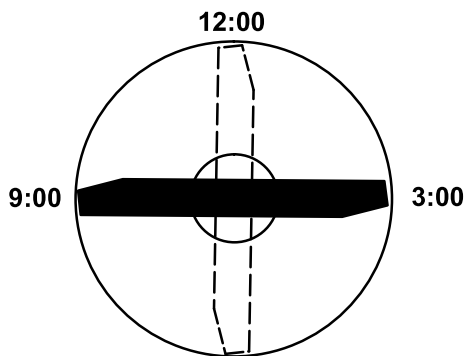

図 66
4. ブレードの印の付いているほうの端部を12時の位置車両進行方向に向け 図 66、作業台の表面からブレードの切っ先までの高さを測定する。
5. 印の付いている端部を3時の位置と9時の位置に向けて 図 66 それぞれ高さを測定する。